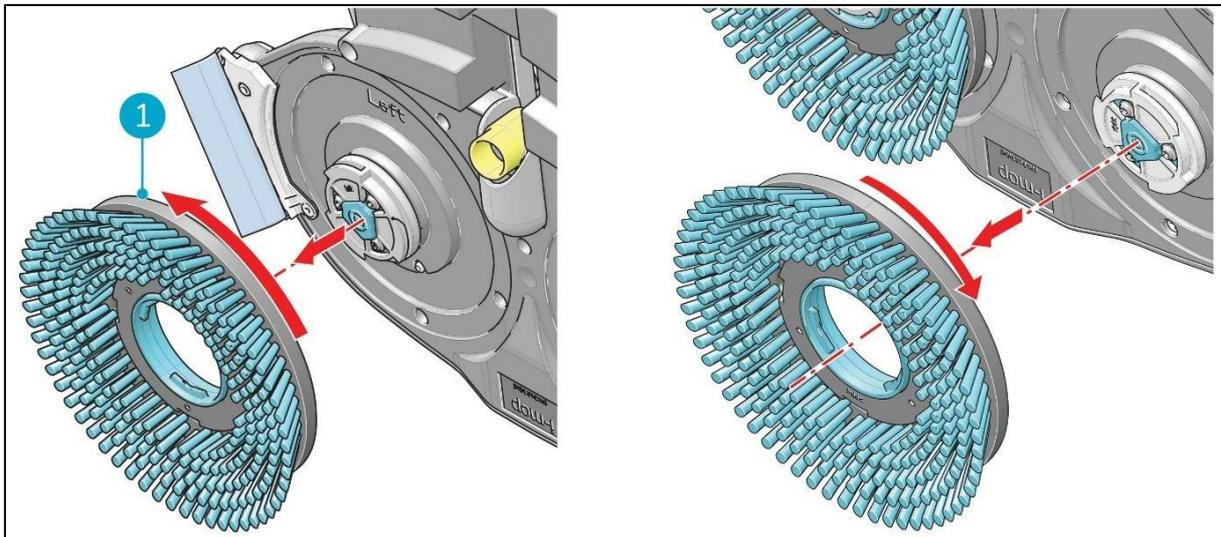

Figura 23
3. Con l'altra mano, ruotare la spazzola sinistra (Figura 23, Pos. 1) in senso antiorario finché non si avverte una resistenza o si nota che il disco del motore ruota con essa.